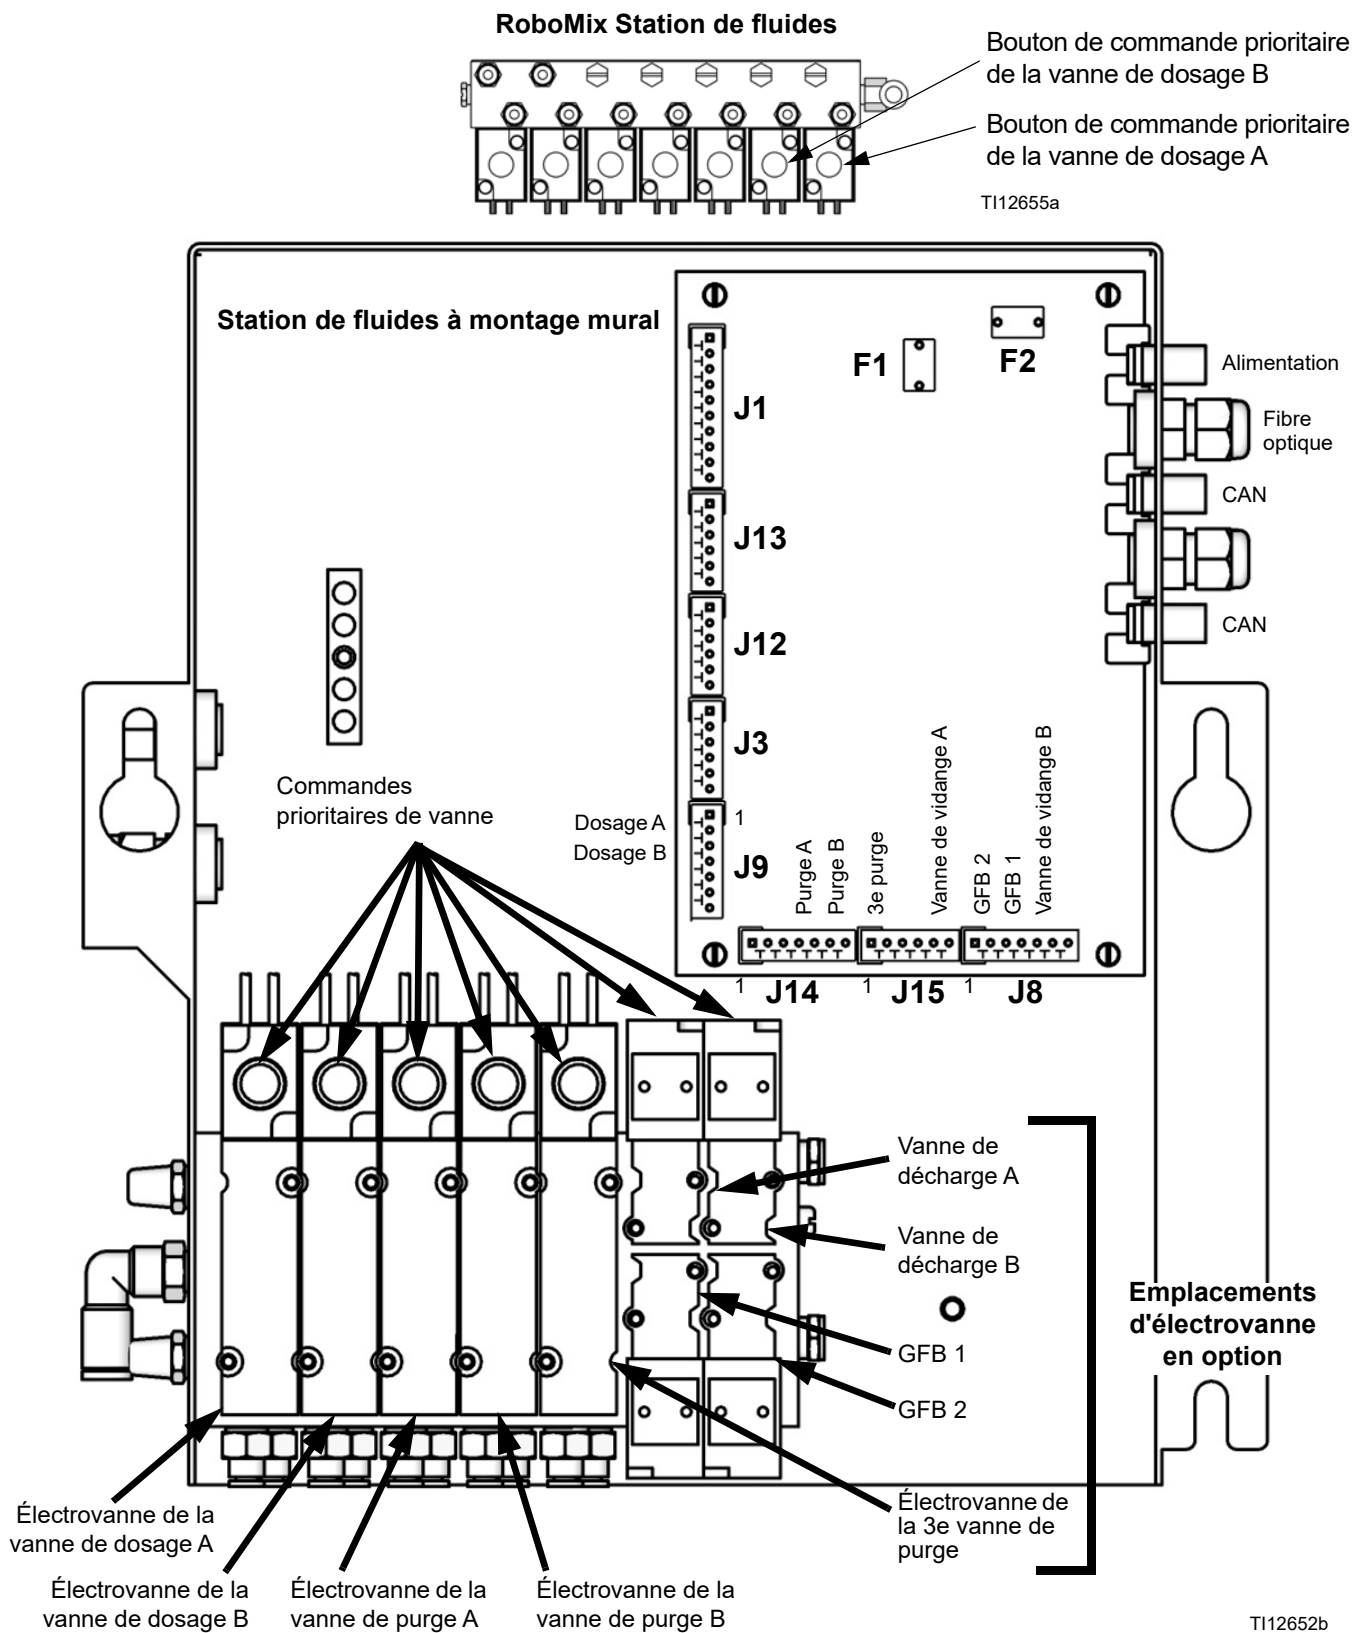

FIG. 5 : carte et électrovannes de la station de fluides
2. Tout en appuyant sur la gâchette du pistolet, poussez la commande prioritaire manuelle des électrovannes de dosage A et B pour relâcher la pression. Consultez FIG. 5.
5. Tout en appuyant sur la gâchette du pistolet, poussez la commande prioritaire manuelle des électrovannes de purge A et B pour relâcher la pression d'air et de solvant. Consultez FIG. 5. Assurez-vous que la pression de solvant tombe à 0.
3. Maintenez enfoncée la commande manuelle de l'électrovanne de la vanne de vidange A, FIG. 5.
5. Maintenez enfoncée la commande manuelle de l'électrovanne de la vanne de vidange B, FIG. 5.
7. Maintenez enfoncée la commande manuelle de l'électrovanne de la vanne de vidange A, FIG. 5.
9. Maintenez enfoncée la commande manuelle de l'électrovanne de la vanne de vidange B, FIG. 5.
3. Dysfonctionnement de l'électrovanne	<p>Faites fonctionner manuellement les vannes en retirant le couvercle de la station de fluides et en pressant puis relâchant les boutons de commandes prioritaires de l'électrovanne. FIG. 5.</p> <p>Utilisez les diagnostics de la carte de commandes pour vérifier les signaux. Si les signaux sont erronés, allez à la section Cause. 4.</p> <p>Les vannes doivent s'ouvrir et se fermer rapidement. Si les vannes fonctionnent lentement, les causes peuvent être les suivantes :</p> <ul style="list-style-type: none"> • La pression d'air vers les actionneurs des vannes est trop faible. Voir la section Cause. 1. • L'électrovanne est bouchée. S'assurer de la présence d'un filtre à air de 5 microns. • Quelque chose obstrue partiellement l'électrovanne ou la tuyauterie. Recherchez une éventuelle sortie d'air sur la conduite d'air correspondant à l'électrovanne lorsque la vanne est actionnée. Débouchez ce qui obstrue. • Une vanne de dosage est trop fermée. Voir le manuel de fonctionnement ProMix 2KS pour la configuration. • La pression du fluide est élevée et la pression d'air est basse. • Joint d'étanchéité de la vanne défectueux. Voir le manuel de réparation de la vanne concernée pour plus d'informations.